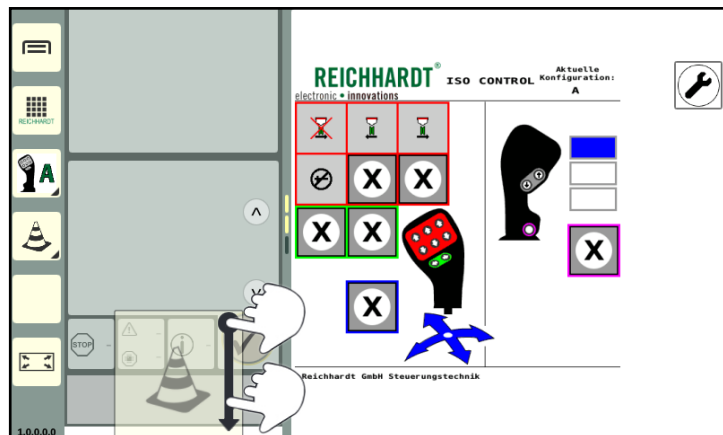

Abb. 64: Anwendung in neues Miniaturfenster verschieben und platzieren
2. Positionieren die Anwendung oberhalb des ersten, unterhalb des letzten oder zwischen zwei beliebigen Miniaturfenster (siehe Abb. 64). Ähnlich wie beim Hinzufügen neuer Miniaturfenster.